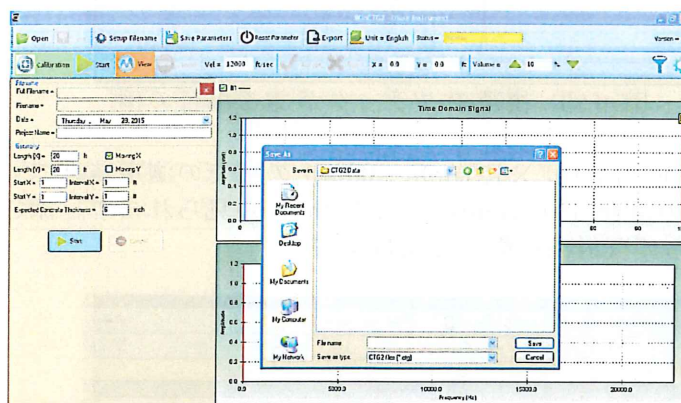

図 4-4 “名前を付けて保存 (Save As)”ダイアログボックス
1. ツールバーの“開始(Start)”をクリックしてください。図 4-4 に示す“名前を付けて保存 (Save As)”ダイアログボックスが開きます。個別のファイル名を入力します。ツールバーの“状態(Status)”フィールドが“準備中 (Ready to Test)”に変わり、信号の入力待ちとなります。